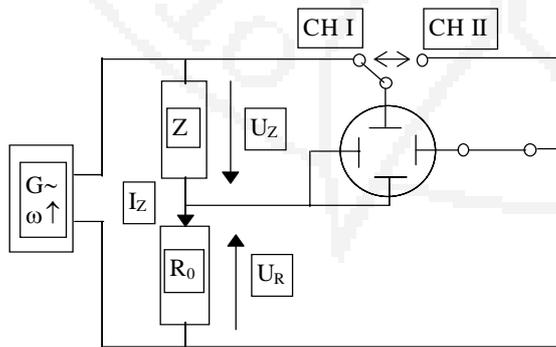

Bild 3: Schaltung zur Messung von Impedanz und Phasenverschiebung
- 3.3 Die Impedanz Z der Relaispule ist aus Strom I_Z und Spannung U_Z zu berechnen, die in der Schaltung nach Bild 3 im Zweikanalbetrieb (Taste DUAL gedrückt) gemessen werden; die Amplitude von I_Z ergibt sich aus dem Spannungsabfall U_R am bekannten Widerstand R_0 . Die Generatorspannung darf 3 V nicht übersteigen. Die Frequenzintervalle sind der geforderten logarithmischen Frequenzachse anzupassen (z. B. 56/100/180/320/560/1000 Hz usw.).